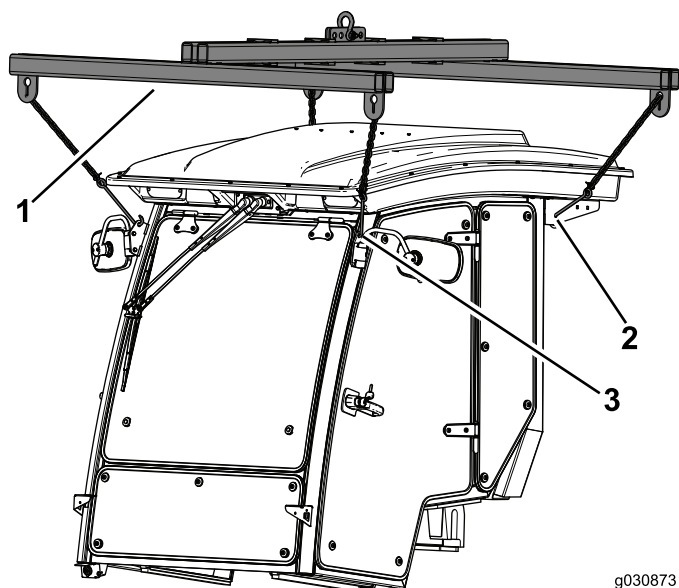

Рисунок 23
1. Используйте 4 точки подъема, чтобы удерживать кабину над машиной (Рисунок 23).